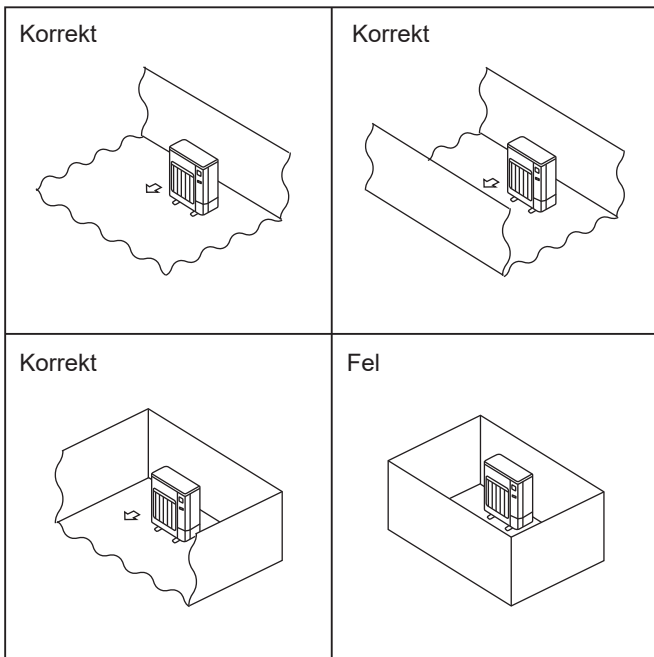

Fig. 2-1
- Ⓢ Installera utomhusenheter på en tillräckligt stor plats där minst en av de fyra sidiorna är öppen och det inte finns några nedsänkningar. (Fig. 2-1)